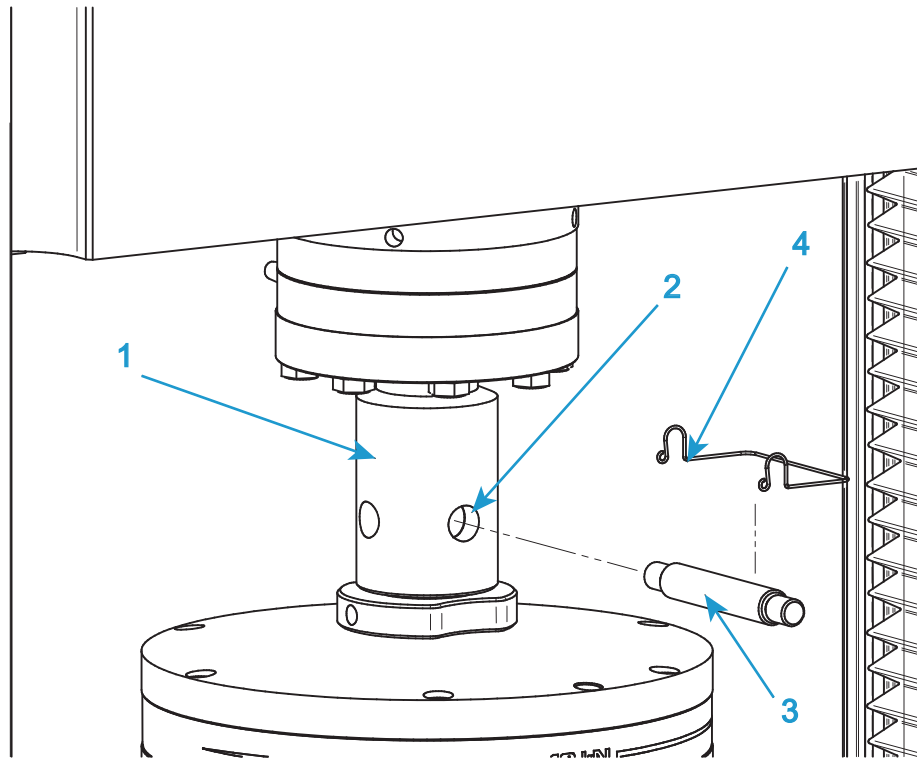

Figure 17. Installation de mâchoire classique
Consultez Figure 17 à la page 85 lorsque vous suivez cette procédure.
1. Pour la mâchoire supérieure, insérez l'adaptateur de la mâchoire dans le connecteur femelle à broche (1 dans la Figure 17) de l'adaptateur de capteur de force.
2. Alignez les trous de broche (2 dans la Figure 17) et insérez la broche (3 dans la Figure 17) par les trous.
3. Fixez la broche en position par la goupille de broche (4 dans la Figure 17).